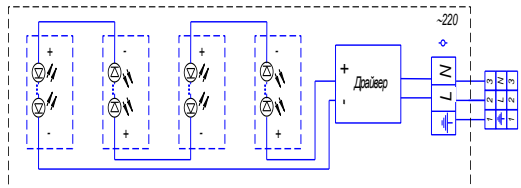
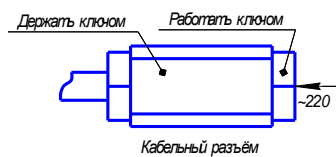

Рис.4
Рис. 5
б) сетевой кабель подключить к кабельному разъему (2) (рис. 5 согласно схеме рис. 4);
в) пропустить питающие и заземляющий провода через кабельный ввод и подключить к клеммам «Wago» согласно схемы рис.4а, закрыть крышку распределительной коробки светильника;
г) пропустить питающие и заземляющий провода через кабельный ввод и подключить к тройным клеммам «Wago» согласно схемы рис.4б, закрыть крышку распределительной коробки светильника;
Рис.4а
Рис.4б